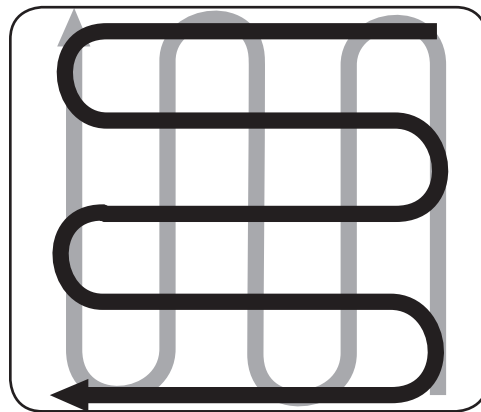

Figura 4-7
- Cuando haya terminado en una dirección, haga una segunda pasada en ángulo recto, como se muestra en la Figura 4-7. Trasape cada pasada para obtener los mejores resultados (en suelo muy duro, puede requerir tres o cuatro pasadas para pulverizar completamente el suelo).